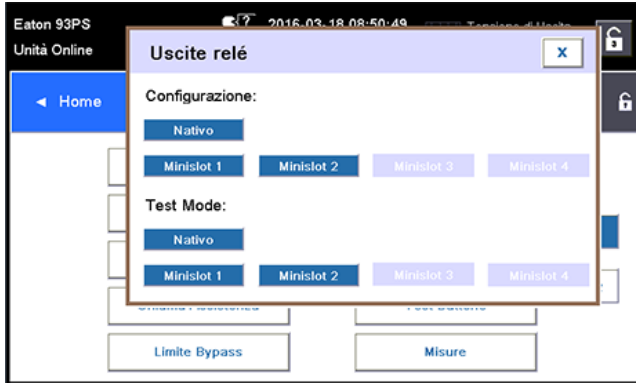

Figura 28. Opzioni per la configurazione delle uscite del relé
10. È possibile verificare i relè selezionando una qualsiasi delle opzioni in modalità test (vedere figura 28).